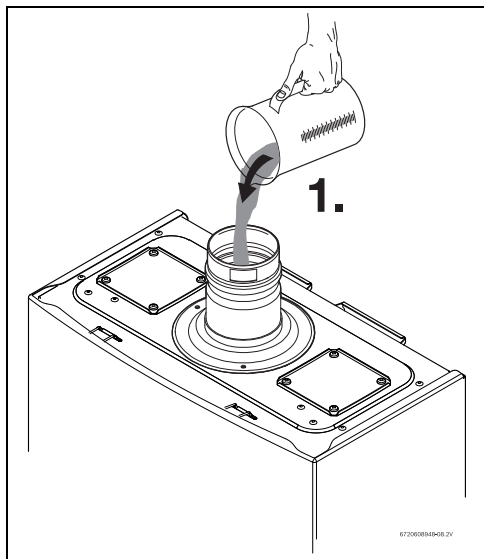

Fig. 30 Llenado del depósito de agua en el primer arranque
- ▶ Llenar el depósito de agua condensada con aproximadamente 400 ml. de agua, a través del accesorio de evacuación del aparato, consultar (Fig. 30).